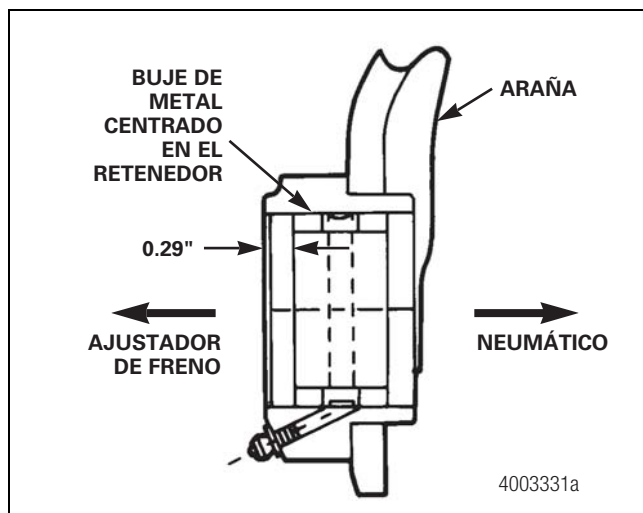

Figura 11.34
- B. En bujes de metal, introduzca un buje de metal por el orificio de retención hasta que quede centrado en el retenedor, según se detalla a continuación. Figura 11.34.